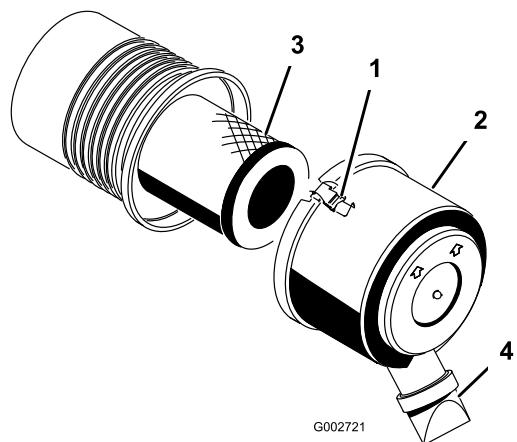

図 18
- エア・クリーナのカバーをボディーに固定しているラッチを外す(図 18)。